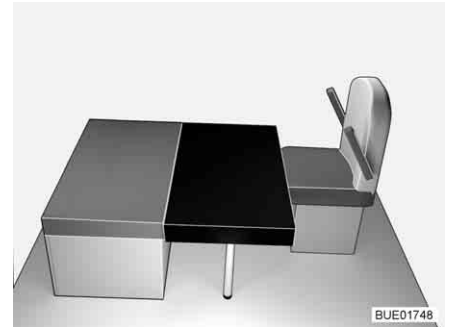

Bild 125 Nach dem Umbau
- Das rechteckige Zusatzpolster auf den Tisch legen (vor das Sitzpolster der Sitzbank, siehe Bild 125). Der Ausschnitt im Zusatzpolster liegt dabei an der vorderen Stützwand.